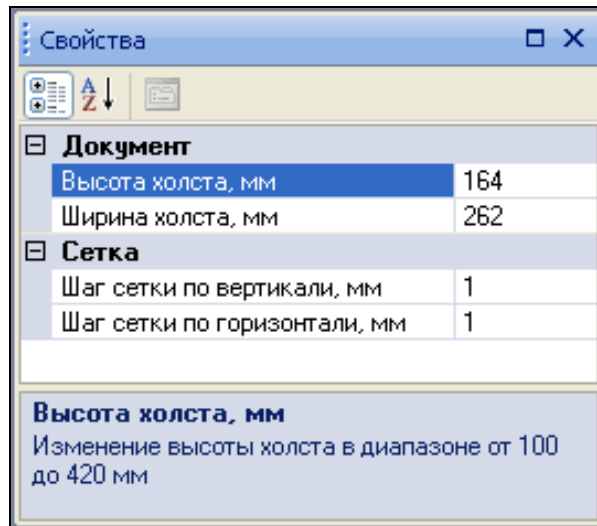

Рисунок 3.17 – Закладка «Свойства» с параметрами по умолчанию
4) **размеры холста (рабочего поля проекта) и шаг сетки (по вертикали и горизонтали)** пользователь может изменять для удобства размещения всех компонентов проекта. Необходимые цифры размеров указываются на закладке «Свойства», рисунок 3.17;